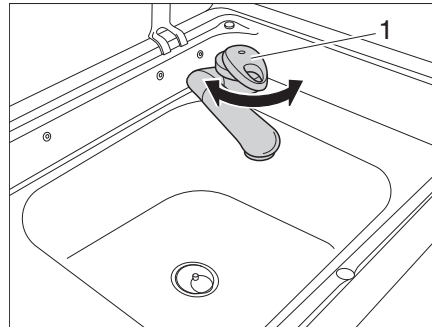

Bild 47 Spülbecken mit Wasserhahn
Das Fahrzeug ist mit einem eingebauten Wasserkanister ausgestattet. Eine elektrische Wasserpumpe pumpt das Wasser an den Wasserhahn (Bild 47,1). Durch Öffnen des Wasserhahns schaltet sich die Wasserpumpe automatisch ein und pumpt Wasser zur Entnahmestelle.
- Wasserhahn (Bild 47,1) drehen.
- Wasserhahn (Bild 47,1) zurück drehen.